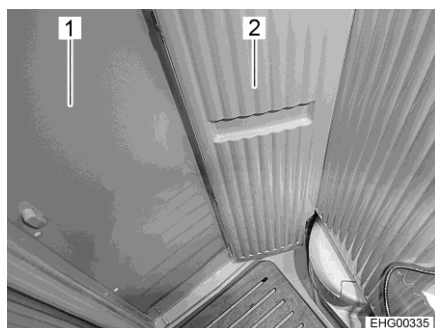
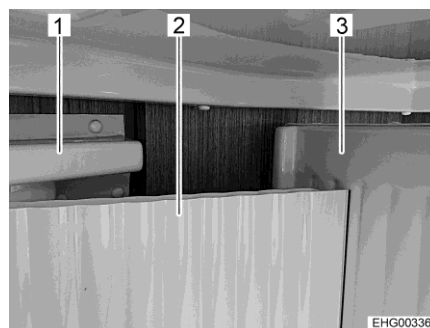

Fig. 166 Parete orientabile piccola, ruotata
Fig. 167 Posizione corretta della parete orientabile piccola
- Chiudere la porta del vano bagno (Fig. 166,1 e Fig. 167,1).
- ▷ Disporre la parete orientabile piccola (Fig. 166,2 e Fig. 167,2) **sempre davanti** alla parete orientabile grande (Fig. 167,3)! **Non** spingere la parete orientabile piccola **dietro** a quella grande! In caso contrario sussiste il pericolo di rimanere chiusi nel vano bagno poiché potrebbe non essere possibile aprire la porta di quest'ultimo.
- Orientare la parete orientabile piccola (Fig. 166,2 e Fig. 167,2). La parete orientabile piccola si trova nella posizione corretta quando si trova davanti alla parete orientabile grande (Fig. 167,3).